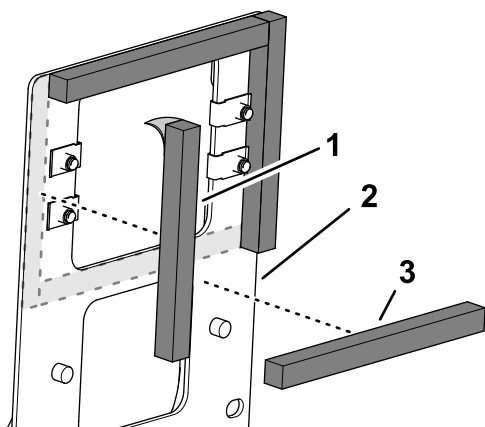

Figura 7
6. Retire el reverso del adhesivo de las 4 tiras de espuma (Figura 7).
7. En el otro lado del soporte del enfriador de combustible, coloque las tiras de espuma vertical y horizontal, tal y como se muestra en la Figura 7.